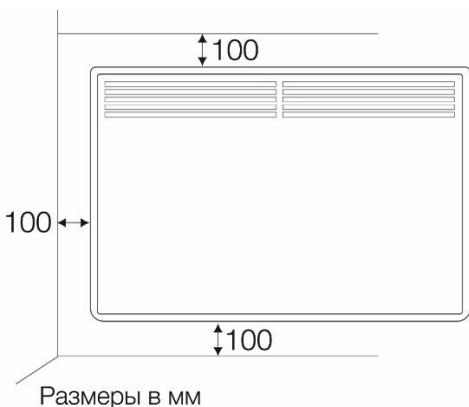

Рис.1
- Минимальные расстояния до других предметов (мм) представлено на рис.1: